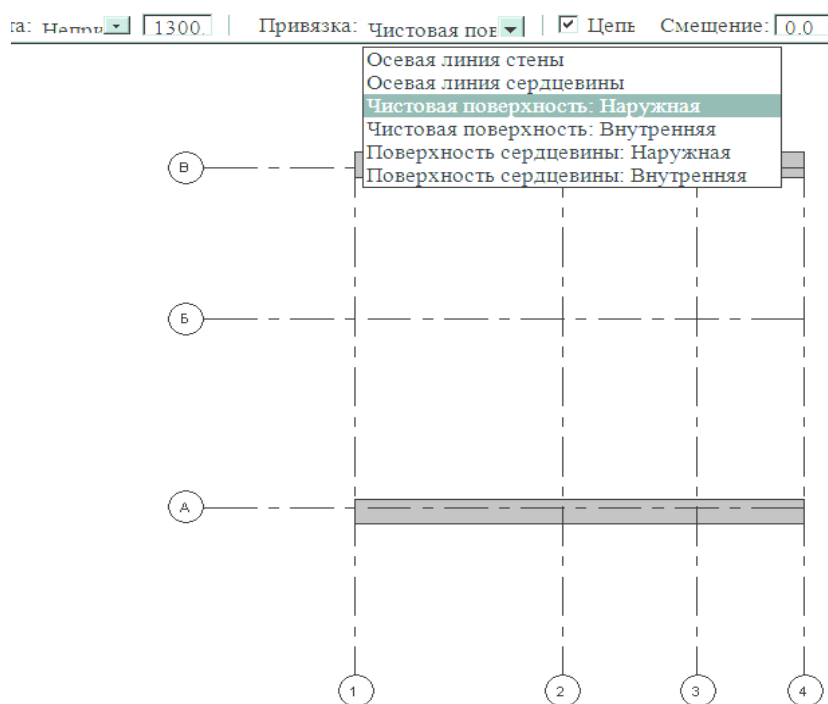

Рис. 19
4. Для самонесущих стен применить привязку **Чистовая поверхность: Наружная**, смещение нулевое (рис. 19).